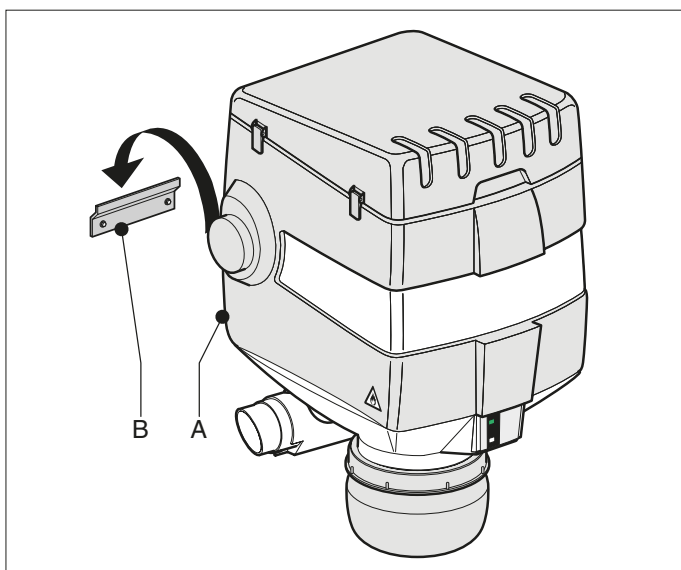

Fig. 4.3
- Schließen Sie das gesamte Statiflex 400-MS (Fig. 4.3 A) über die Wandkonsole (Fig. 4.3 B).